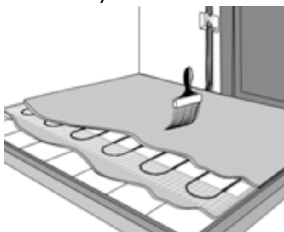

Рис.6
16. Залейте нагревательный мат слоем раствора для крепления плитки толщиной 5-8 мм и дайте ему высохнуть в соответствии с инструкцией по применению используемой плиточной смеси (рис. 6).